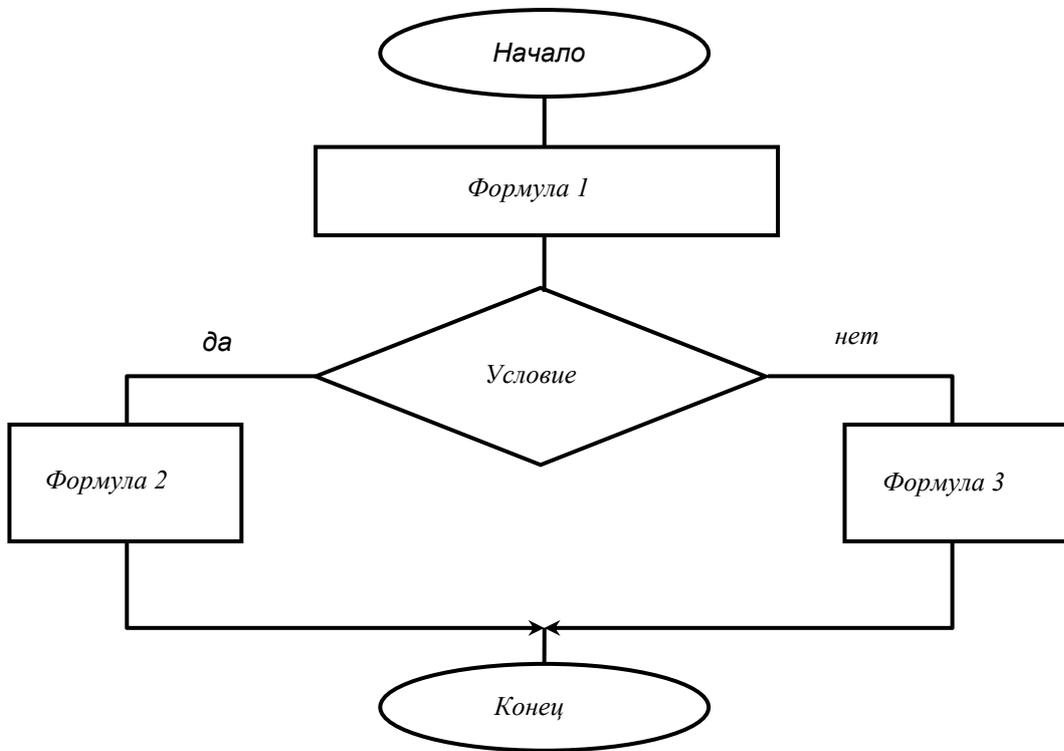

Рис. 5. Алгоритм для программы в задании 1
**Задание:** написать, отладить и скомпилировать программу в редакторе контактных (LAD) планов в соответствии с алгоритмом на рис. 5 и таблицей 1.